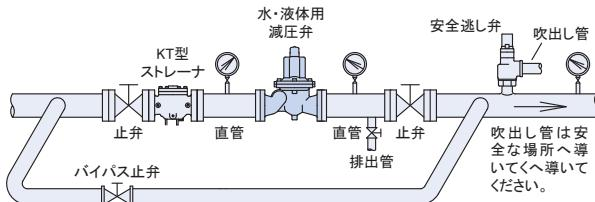
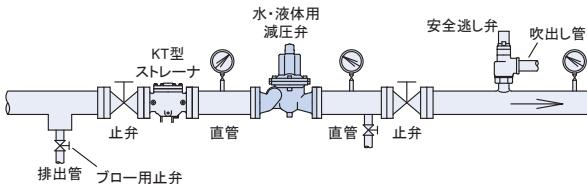

図1. バイパス配管あり
図2. バイパス配管なし
3. 運転を止められない装置などの場合、減圧弁の一次側から二次側へのバイパス配管（止弁を設置）を設けてください。（図1. 参照）また、バイパス配管を設置しない場合は、減圧弁の一次側止弁手前に主管から分岐したブロー用止弁を設置し、フラッシングができるようにしてください。（図2. 参照）